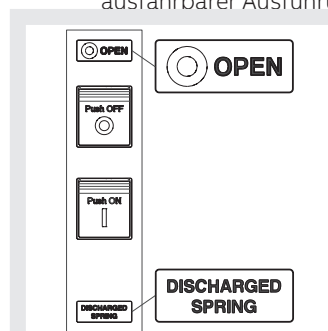

Abbildung 32
1. Leistungsschalter aus mit entspannten Federn (siehe Abbildung 32).